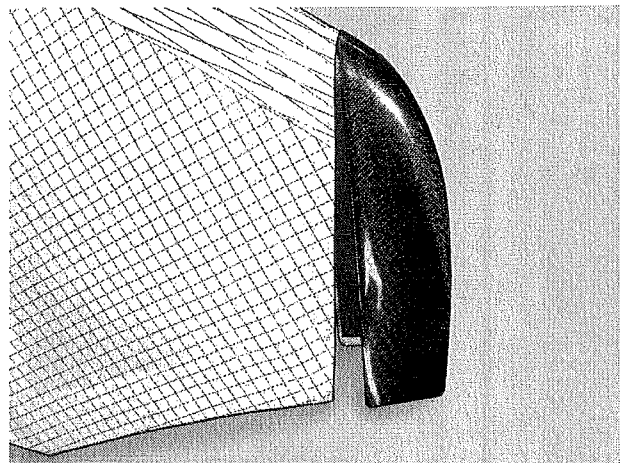

Abb.17
15. Befestigen Sie die Kunststoff Winglets so, dass Sie den vorderen Teil vom Winglet zwischen Flügelrohr und Segel einschieben. (Abb.17)